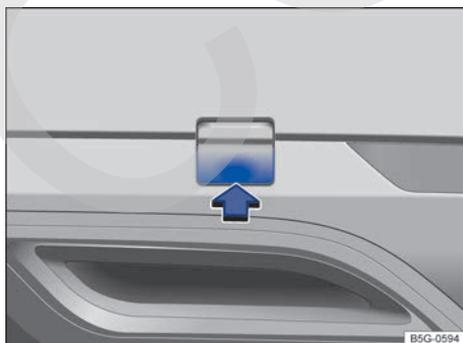

Fig. 194 En el lado derecho del paragolpes trasero: retirar la tapa.
- Presione en la parte inferior de la tapa → fig. 194 en el sentido de la flecha para desencastar la tapa.